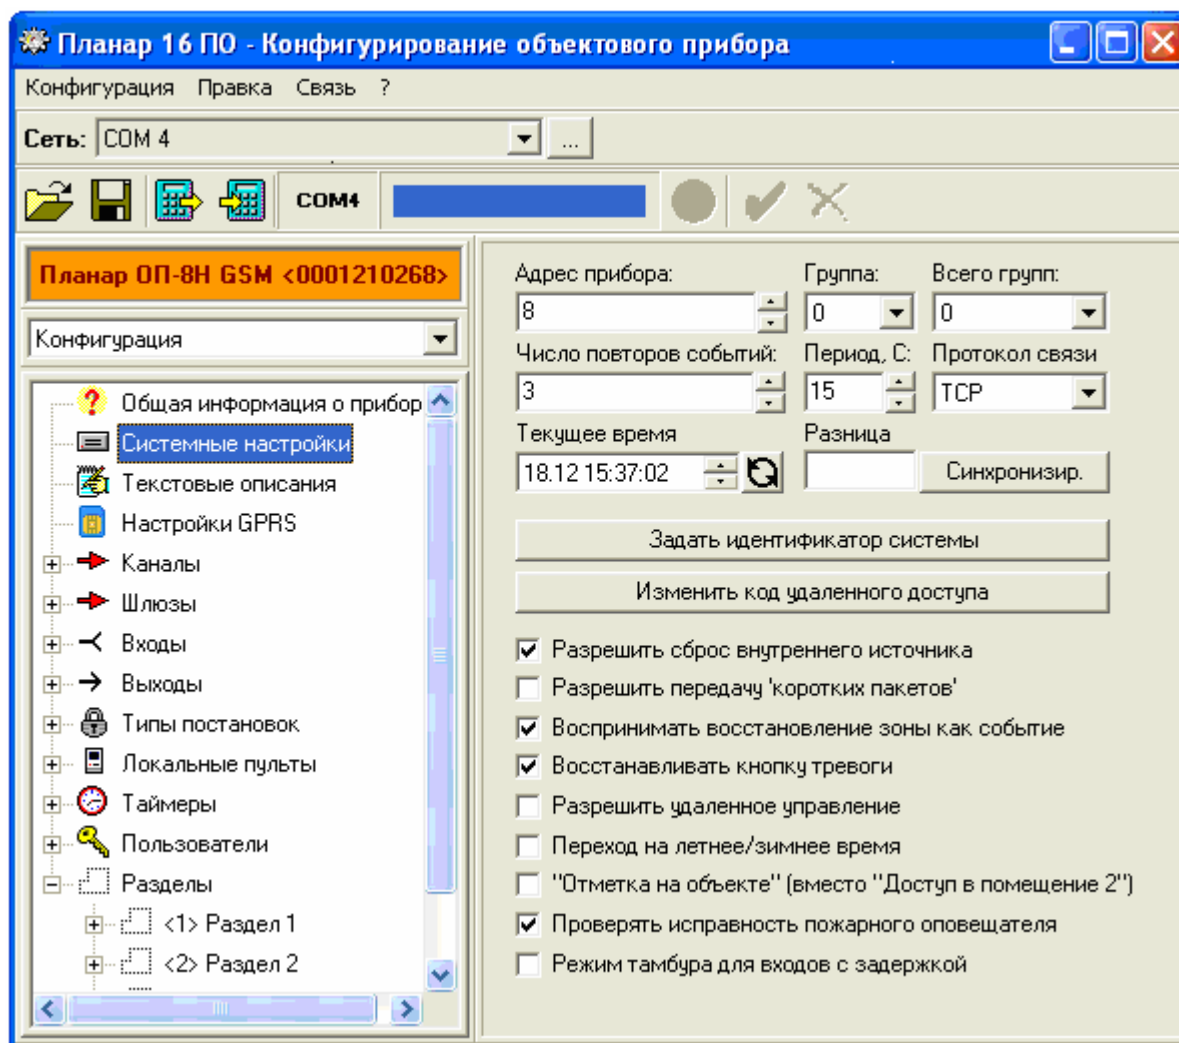

Рис. 12.11 Программирование системных настроек
12.2.4.1.3.1. Типовое окно программы конфигурирования объектового прибора при программировании системных настроек приведено на рис.12.11.